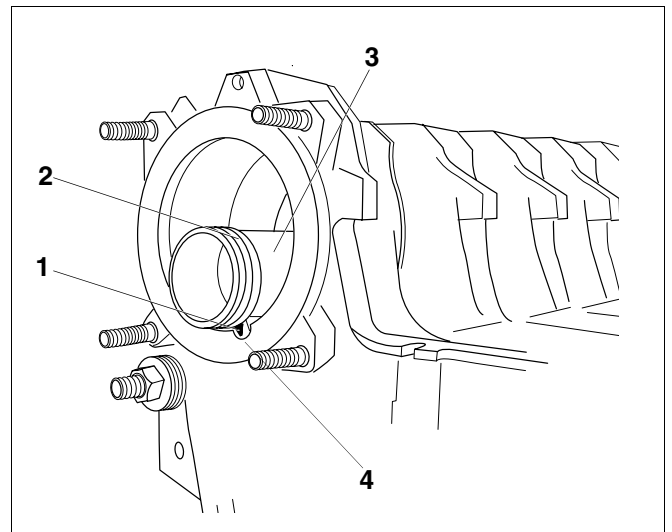
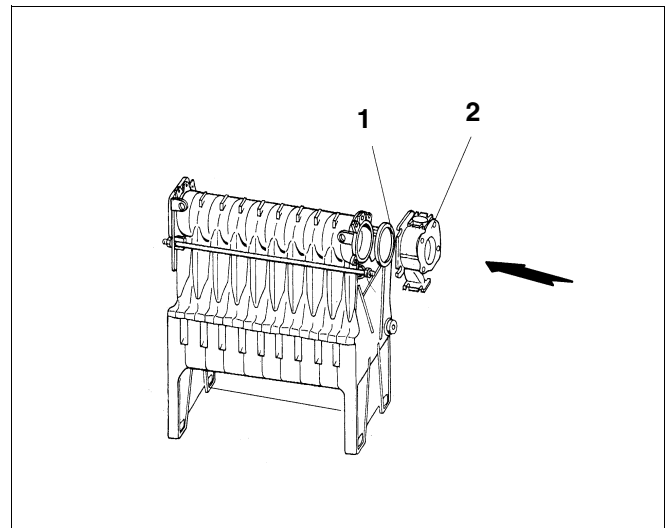
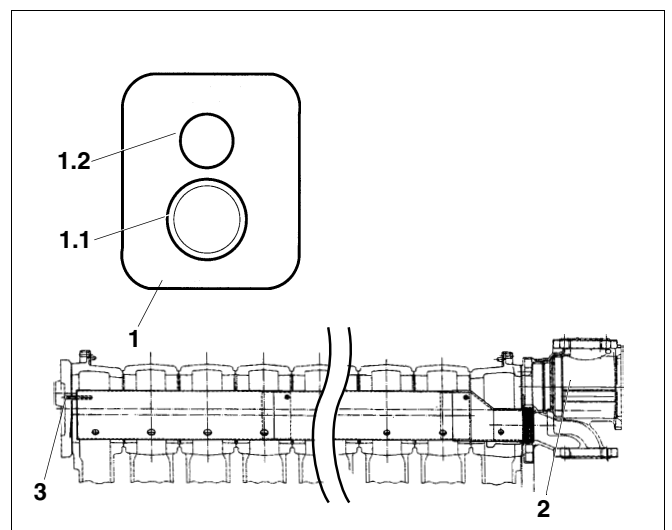

Fig. 23 Positionnement du tube injecteur dans l'élément en fonte
Fig. 24 Pièce de raccordement spécifique vannes d'isolement motorisées
Fig. 25 Situation de montage pour la taille 2 x 11
- Enfoncer complètement le tube injecteur (fig. 23, **pos. 3**) et veiller à ce que l'ergot du cône de raccordement (fig. 23, **pos. 1**) se trouve dans l'évidement (fig. 23, **pos. 4**) de l'élément en fonte.
- Les surfaces extérieures de l'anneau d'étanchéité (fig. 23, **pos. 2**) du tube injecteur (fig. 23, **pos. 3**) doivent être enduites d'un lubrifiant.
- Monter la pièce de raccordement spécifique (fig. 24, **pos. 2**) avec joint plat (fig. 24, **pos. 1**) sur les goujons.
- Si le montage de la pièce de raccordement spécifique n'est pas réalisable (fig. 24, **pos. 2**), vérifier la position du tube injecteur (fig. 23, **pos. 3**).
Lors du montage de la pièce de raccordement spécifique (fig. 24, **pos. 2**, emballée séparément), veiller à ce que la plus grande ouverture (retour fig. 25, **pos. 1.1**) soit située en bas et la plus petite (départ, fig. 25, **pos. 1.2**) en haut. La pièce spécifique de raccordement doit s'engager facilement.